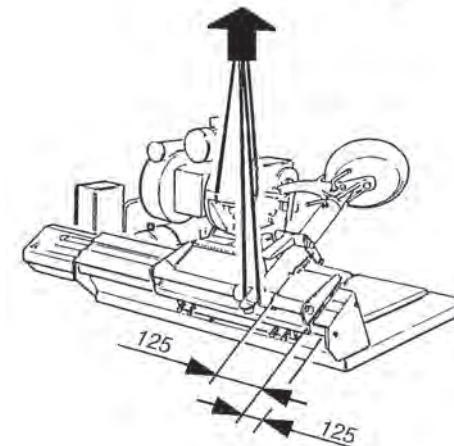

fig.15
**MOVIMENTAZIONE (fig.15)**
» imbragare con funi a norma (una di mt.1,50 e una di mt.2) nei due punti indicati in fig. 15, osservando le distanze ( mm.125) come da fig.15.
**MOVEMENT (fig.15)**
» harness with cables (one of 1.5m and one of 2m) at the two points indicated in fig. 15, maintaining the distance shown (125 mm) in fig. 15.
**MANUTENTION (fig.15)**
» élinguer moyennant des câbles selon les normes (un de 1.50 m et un de 2 m) aux deux points indiqués dans la fig. 15, en respectant les distances (125 mm) selon la fig. 15.
**BEWEGEN (Abb.15)**
» die normierten Sicherheitsgurte (1,50 m bzw. 2 m) an den zwei angegebenen Stellen des Geräts anlegen (Abb. 15) und dabei auf die Abstände achten (125 mm) wie nach Abb. 15.
**MOVIMIENTO (fig.15)**
» Embragar con cuerdas a norma (una de m.1,50 y otra de m. 2,00) en los dos puntos indicados por la Fig. 15 observando las distancias sugeridas (mm.125).